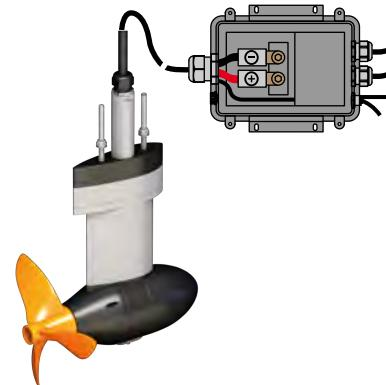

Fig. 48: Cablaggio
1. Allentare le viti (1) del box elettronica, in modo da poterlo aprire.
**"Fig. 48: Cablaggio".**